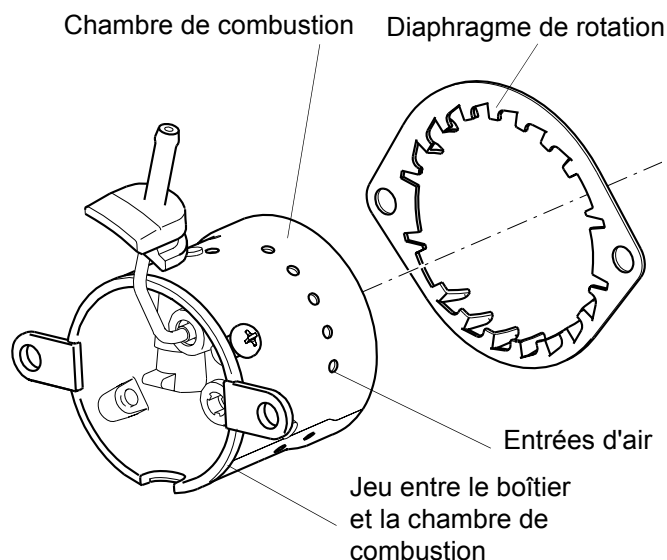

Figure 505 Contrôle visuel, brûleur complet
- La chambre de combustion (figure 505) ne doit pas être endommagée (par ex. cabossée). Une chambre de combustion cabossée peut entraîner une mauvaise combustion ou cokefaction de l'appareil de chauffage.
- Les entrées d'air (figure 505) de la chambre de combustion ne doivent pas être couvertes de coke. Des entrées d'air recouvertes de coke peuvent entraîner un échec du démarrage ou une mauvaise combustion.
- Le boîtier et la chambre de combustion doivent être vissés fermement (figure 505).
- Le boîtier et la chambre de combustion (figure 505) doivent être fixés et ne doivent pas présenter de jeu (contrôle par un léger déplacement du tuyau de combustible).
- L'écart (jeu) entre le bord du boîtier et la limite supérieure de la chambre de combustion (figure 505) ne doit pas correspondre à la surface totale.